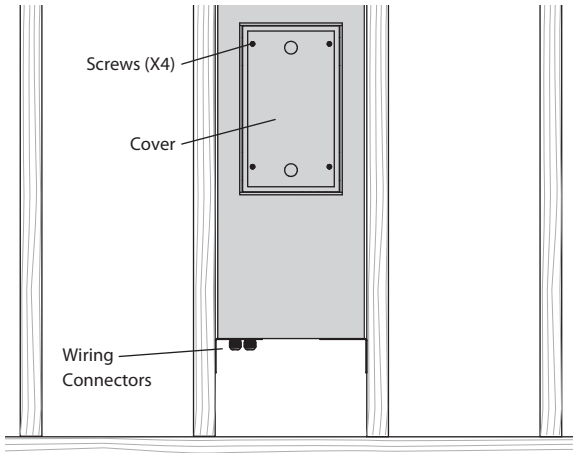

Fig. 3. Retrait du couvercle
1. Retirez le couvercle de la boîte arrière en dévissant les quatre vis qui le maintiennent en place (Fig. 3).